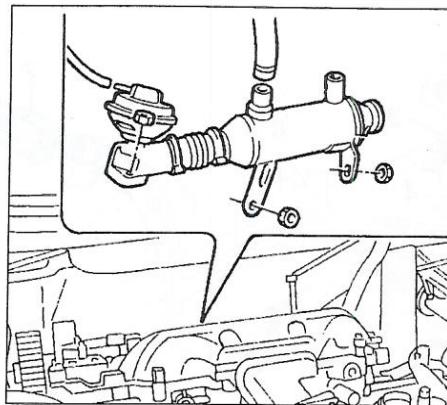

FIGURA 1-23
- el conjunto electroválvula EGR-intercambiador de calor (**figura 1-23**).